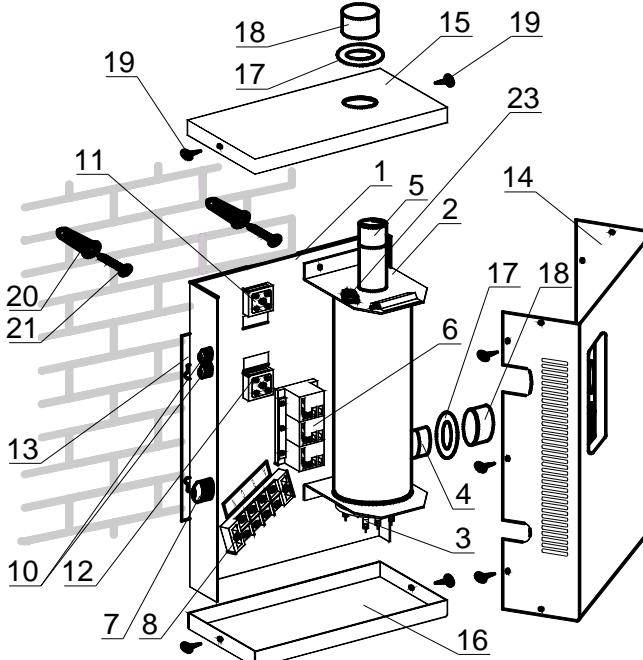
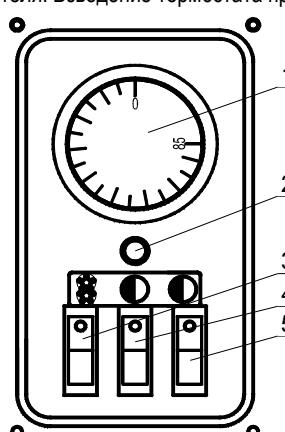

Рис.1 Конструкция электроводонагревателя и способ крепления его к стене.
Рис.2 Панель управления.
5.1. Водонагреватель рис. 1 состоит из основания 1, на котором установлена колба 2 с блоком нагревателей 3. К основанию 1 приварены два кронштейна 13, имеющие отверстия для закрепления водонагревателя на стене с помощью дюбелей 20 и шурупов 21.. Колба сварной конструкции изготовлена из трубы с фланцами, патрубком входа воды 4 и патрубком выхода воды 5, имеющих резьбу G1-B.
5.7. На лицевой стороне кожуха закреплена панель управления рис.2 с установленными на ней элементами управления: регулятор температуры 1, лампа индикации 2, три клавишных выключателя 3,4,5. Регулятор температуры 1 служит для регулирования температуры воды в водонагревателе. Его термобаллон 22 (рис.1) закреплен на верхнем фланце колбы через теплоизолирующую прокладку.
- Водонагреватель следует закрепить на стене шурупами 21 через отверстия в кронштейнах на его задней стенке рис.1, обеспечив необходимые для обслуживания расстояния до боковых стен и расстояние до пола не менее 280мм для замены блока ТЭН.
- Открыть кожух 14, как показано на рис.1, предварительно сняв заглушки 18, декоративные шайбы 17, отвернув саморезы 19 и сняв крышки 15, 16. Кожух рекомендуется подвесить, чтобы исключить отсоединение проводов с элементов панели управления.
- 7.4. Включите электропитание автоматическим выключателем, должна загореться сигнальная лампа 2 на панели управления рис.2.